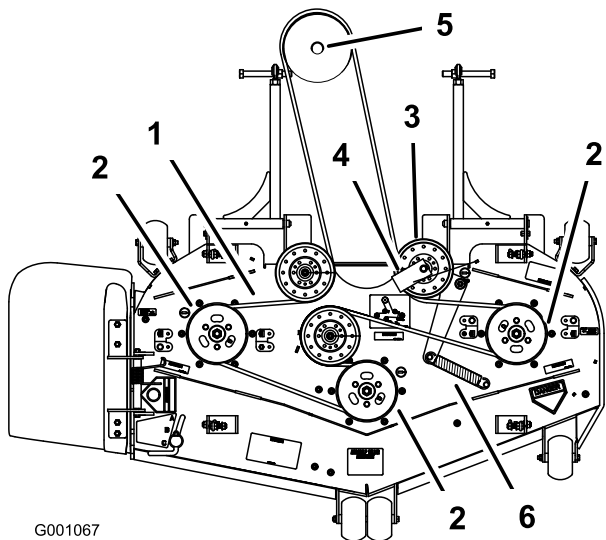

Figure 71
8. Acheminez la courroie neuve autour des poulies du plateau de coupe et de la poulie du boîtier d'engrenages, sous le moteur (Figure 71).
9. Montez le guide-courroie sur la poulie de tension rappelée par ressort à un angle de 45 degrés comme illustré à la Figure 71. Serrez le boulon à un couple de 37 à 45 Nm.
10. Accrochez le ressort de la poulie de tension aux deux montants (Figure 71).